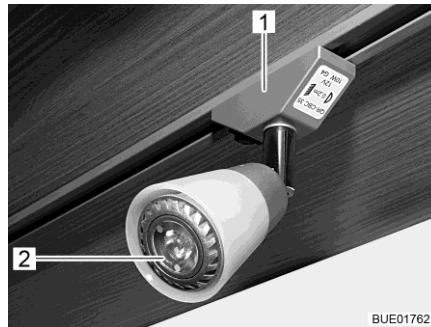

Fig. 300 Foco (desplazable)
- Girar el foco (Fig. 300,1) 90° y sacarlo del riel.
- Extraer LED (Fig. 300,2) con una ventosa.